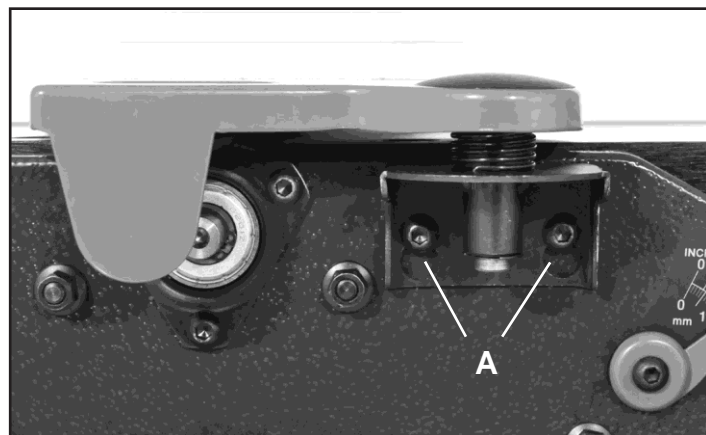

FIG. 8
1. Fixez la protection de la tête de coupe à la dégauchisseuse à l'aide des deux vis à tête ronde (A). FIG. 8.